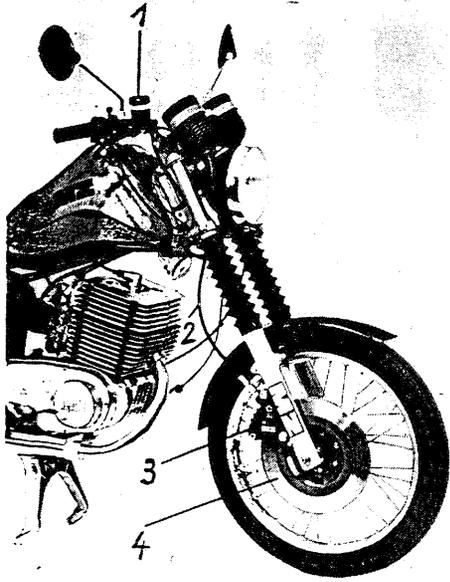
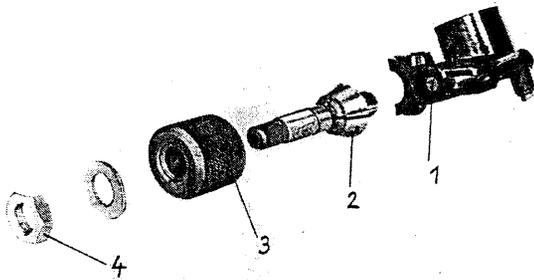
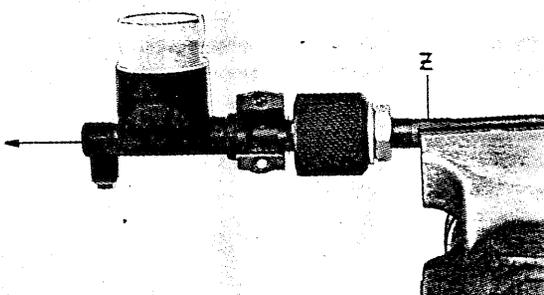

Fig. 42. Maître-cylindre du frein à disque MZ
Fig. 44. Déposer le piston de frein
Fig. 45. Retirer le piston de frein
Les figures 42 et 43 sont un dessin en éclaté de l'appariement des pièces constituantes de la selle à frein et du maître-cylindre.
Enlever le levier de frein à main. Ensuite, ôter le circlip (10 à la fig. 42) du maître-cylindre. Ensuite, fixer l'arrache-piston selon l'ordre numérique (fig. 44) au piston de frein (1). L'arrache-piston doit ensuite être serré à la pièce à deux pans (Z à la fig. 45) dans un étau pour enlever le piston de frein en tirant au maître-cylindre. Des cannelures sur les glissières du cylindre et du piston de frein exigent l'échange du maître-cylindre complet. Si les joints toriques sont seulement défectueux, il est possible de rassembler le maître-cylindre en employant un jeu de joints toriques neufs. La propreté méticuleuse en est la condition. Toutes les surfaces de glissement et de joint doivent être humectées du liquide de frein et être montés selon la fig. 42.